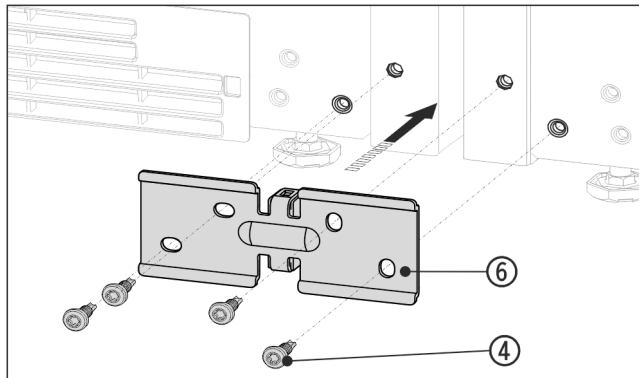

Fig. 15 Voorbeeld
- Hoekstuk Fig. 15 (6) met het afstandsstuk tussen de apparaten schuiven en er met 4 schroeven Fig. 15 (4) los inschroeven.